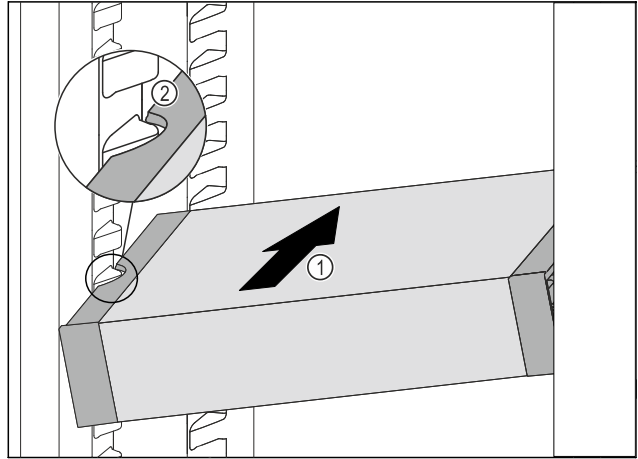

Fig. 170
- VarioSafe schräg in das Kühlteil einschieben Fig. 170 (1), bis sich die seitlichen Aussparungen Fig. 170 (2) des VarioSafes auf Höhe der Behälterrippe im Kühlteil befinden.